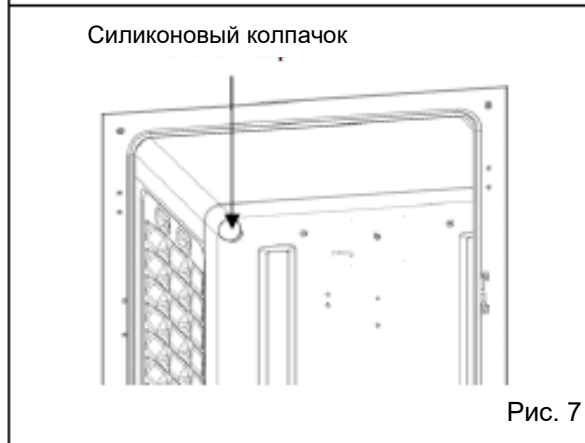
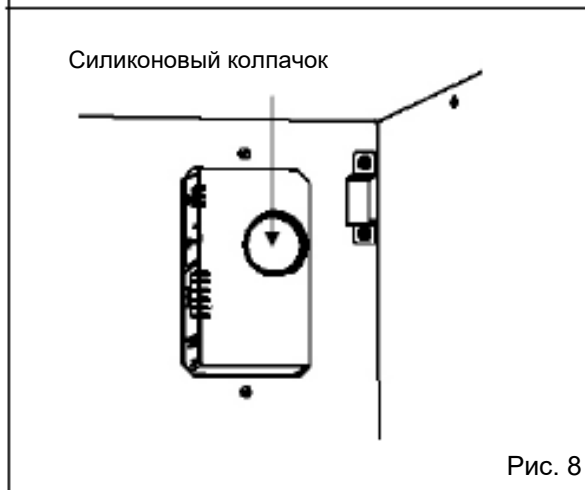

Рис. 7
Рис. 8
8. Снимите силиконовые колпачки с каждого из портов доступа, с внутренней (Рис. 7) и внешней стороны (Рис. 8).